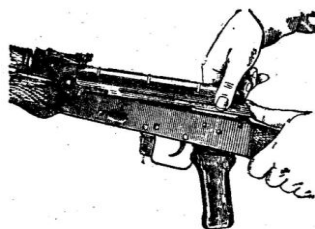

Рис. 22. Отделение крышки ствольной коробки
5. **Отделить крышку ствольной коробки.**левой рукой обхватить шейку приклада, большим пальцем этой руки нажать на выступ направляющего стержня возвратного механизма, правой рукой приподнять вверх заднюю часть крышки ствольной коробки и отделить крышку (рис. 22).